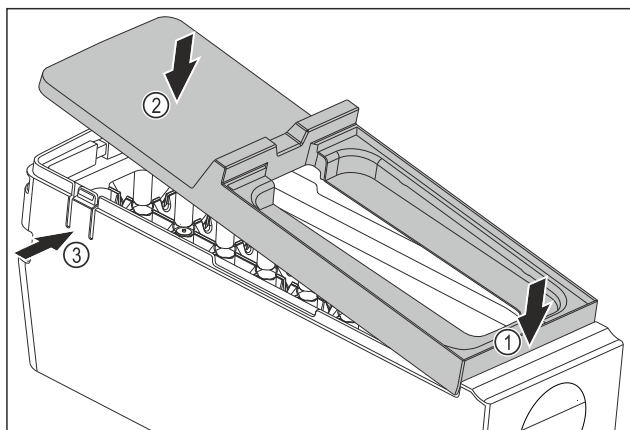

Fig. 148
- ▶ Смонтируйте крышку корпуса EasyTwist-Ice: Установите крышку спереди. Fig. 148 (1)
- ▶ Опустите крышку сзади. Fig. 148 (2)
- ▷ Крышка со щелчком фиксируется в накладках Fig. 148 (3).